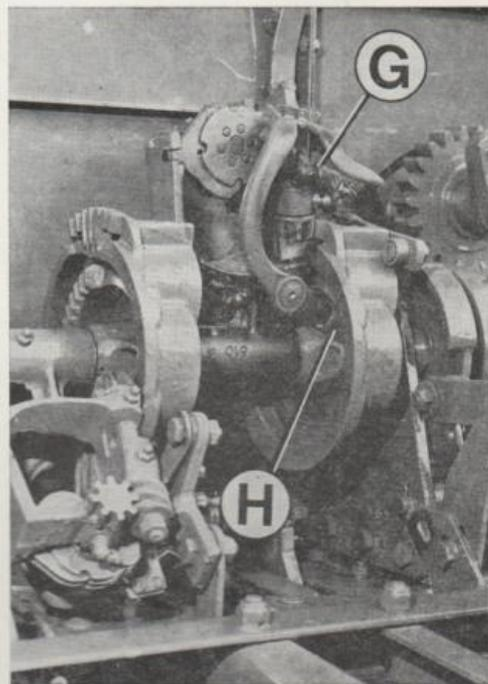

Fig. 2
- Le galet de commande de la languette du bec nouant (pour nouer à ficelle) (voir fig. 2);
- Le rouleau de commande du bras porte-couteau (voir fig. 2);